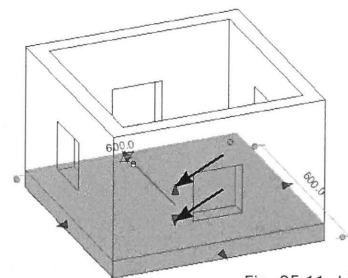
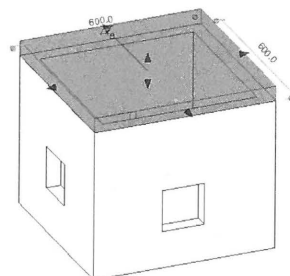

Fig. 05.11. Låget ligger nu i bunden af boksen, da vi tegnede i *Work Plane: Ref. Level*.
Fig. 05.12. Træk i boksens pile til den ligger på toppen af boksen.
Se nu objektet i 3D. Her kan vi se, at låget nu ligger på bunden af boksen. Fordi vi optegnede låget i *Work Plane: Ref. Level* (Fig. 05.11).
- Vi skal derfor nu manuelt trække i lågets pile, så det kommer op på toppen af boksen (Fig. 05.11- Fig. 05.12).